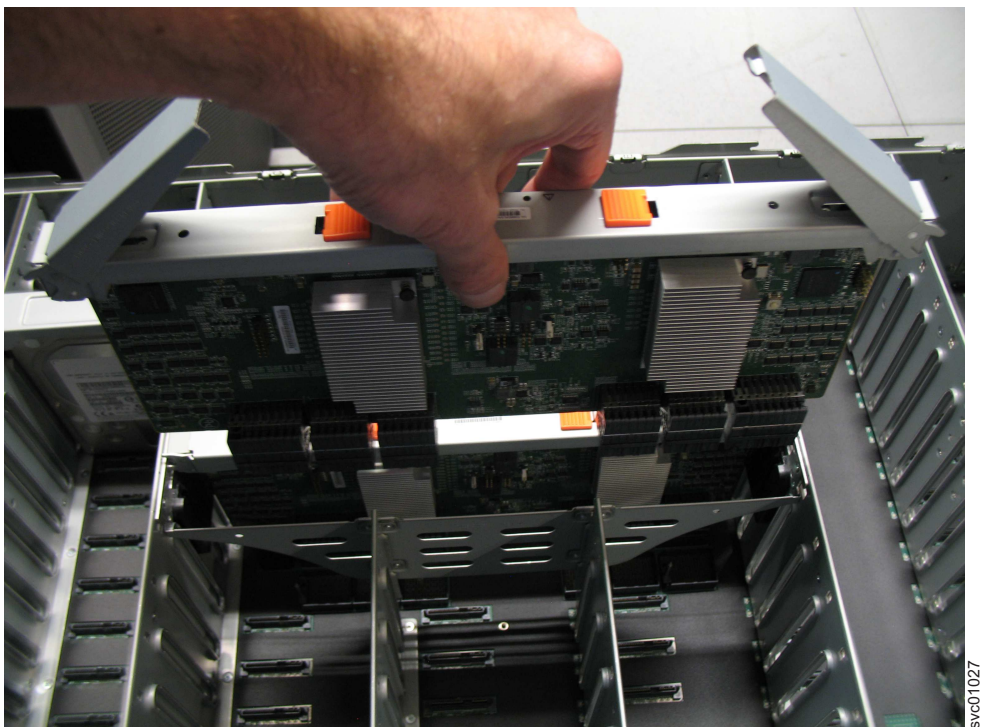

图 115. 卸下辅助扩展模块
4. 从机柜中小心地抬起辅助扩展模块，如第 117 页的图 115 中所示。